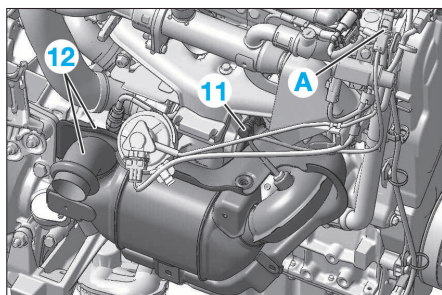

FIG. 48
- Desserrer la vis (10).
- Débrancher le capteur haute température de gaz échappement amont (en (A)) (Fig.48).